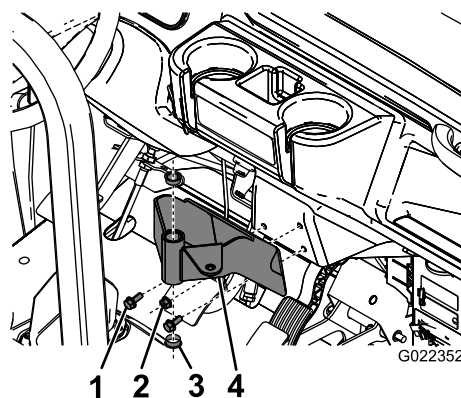

Figura 6
2. Inserte los 2 casquillos de plástico en el soporte de montaje (Figura 6).
1. Instale el soporte de montaje de la consola en el salpicadero (o la placa adaptadora) del Workman usando 3 pernos y 3 tuercas con arandela prensada, según se muestra en Figura 6.